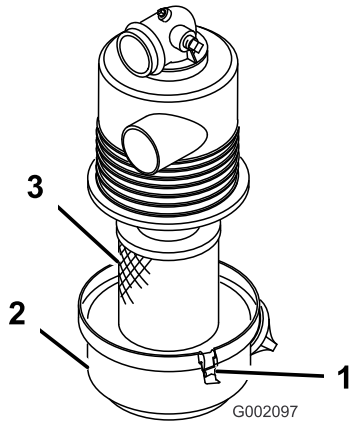

図 25
3. エアフィルタのカバーをエアフィルタのハウジングに固定しているラッチを外してカバーを外す **図 25**。
4. フィルタハウジングからエレメント **図 25** を丁寧に抜き出す。